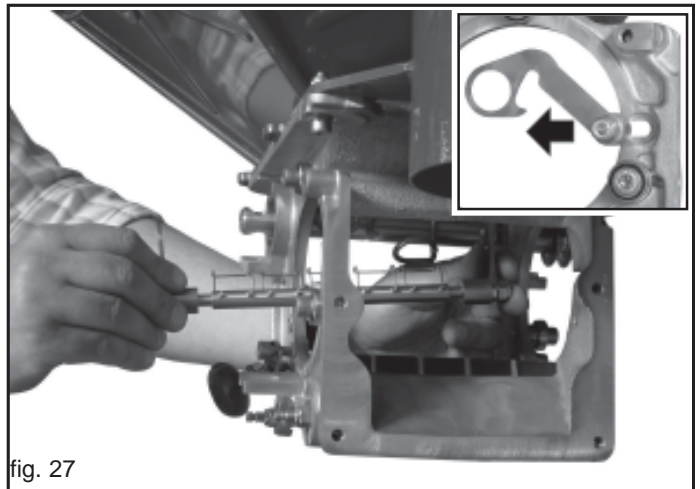

fig. 27
- 4) Estrarre l'albero degli elementi elastici dalle sedi (Fig. 27).